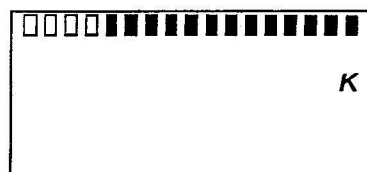

Figura 5. Ajuste inicial de la Distancia en Kilómetros (K)
Para seleccionar una distancia en kilómetros (K) o millas (M), primero presione el botón de "Función" y luego escoja "K" ó "M" al presionar el botón de "Start/Stop". La **Figura 5** ilustra la lectura en "K".